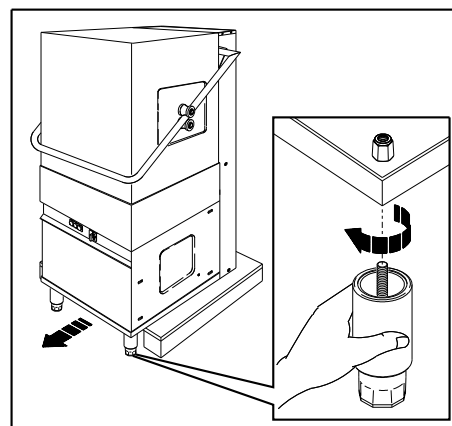

Рис. 4
3. Передвиньте машину на поддоне так, чтобы освободились два из четырёх отверстий для установки ножек (рис. 4). Возьмите одну из входящих в комплект поставки ножек и закрутите её в одно из освободившихся отверстий (рис. 4). Аналогичным образом закрутите вторую ножку (рис. 4)..